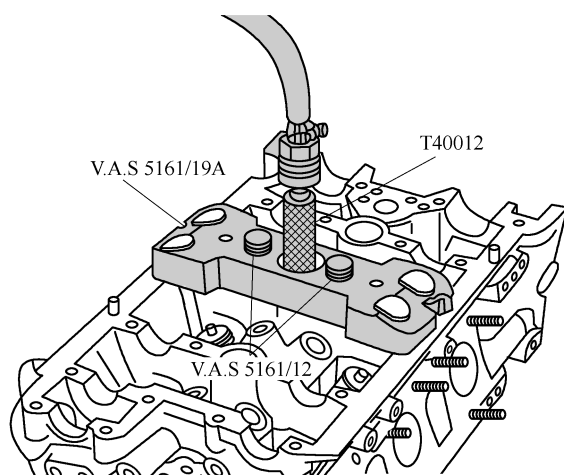
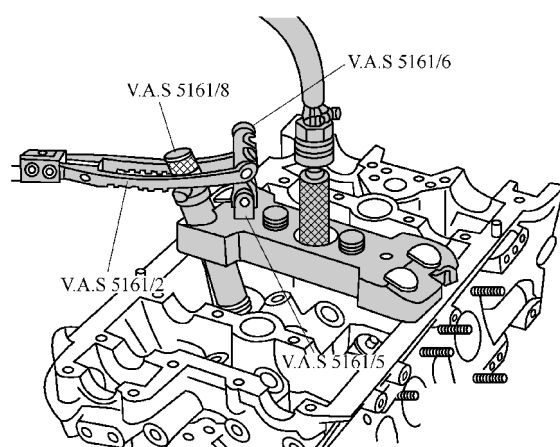

图 1-5-29 安装气门锁片拆装夹具
图 1-5-30 安装气门锁片拆装工具
(4) 如图 1-5-29 所示，将气门锁片拆装夹具 V. A. S516 中的导板 V. A. S 5161/19A 装在气缸盖上。
(5) 用滚花螺栓 V. A. S 5161/12 固定导板。
(6) 将适配接头 T40012 及密封环略微旋入相应的火花塞螺纹中并持续施加压力。最低压力：高于 0.6MPa。
(7) 如图 1-5-30 所示，将卡止件 V. A. S 5161/6
- (7) 如图 1-5-30 所示，将导板重新拧紧到气缸盖上。